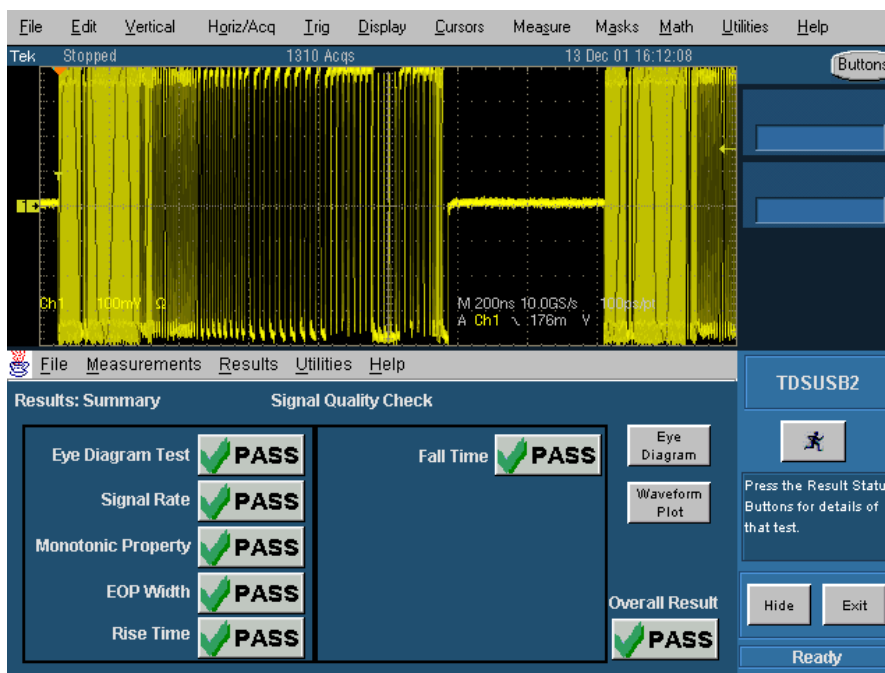

図4.10 HS Signal Quality 測定結果表示
**Eye Diagram**、**Waveform Plot** 画面を閉じると、試験結果が表示されます (図4.10)。ここで画面左の **Eye Diagram** ボタンをクリックすると再度 **Eye Diagram** 画面が表示され、**Waveform Plot** ボタンをクリックすると **Waveform Plot** 画面が表示されます。